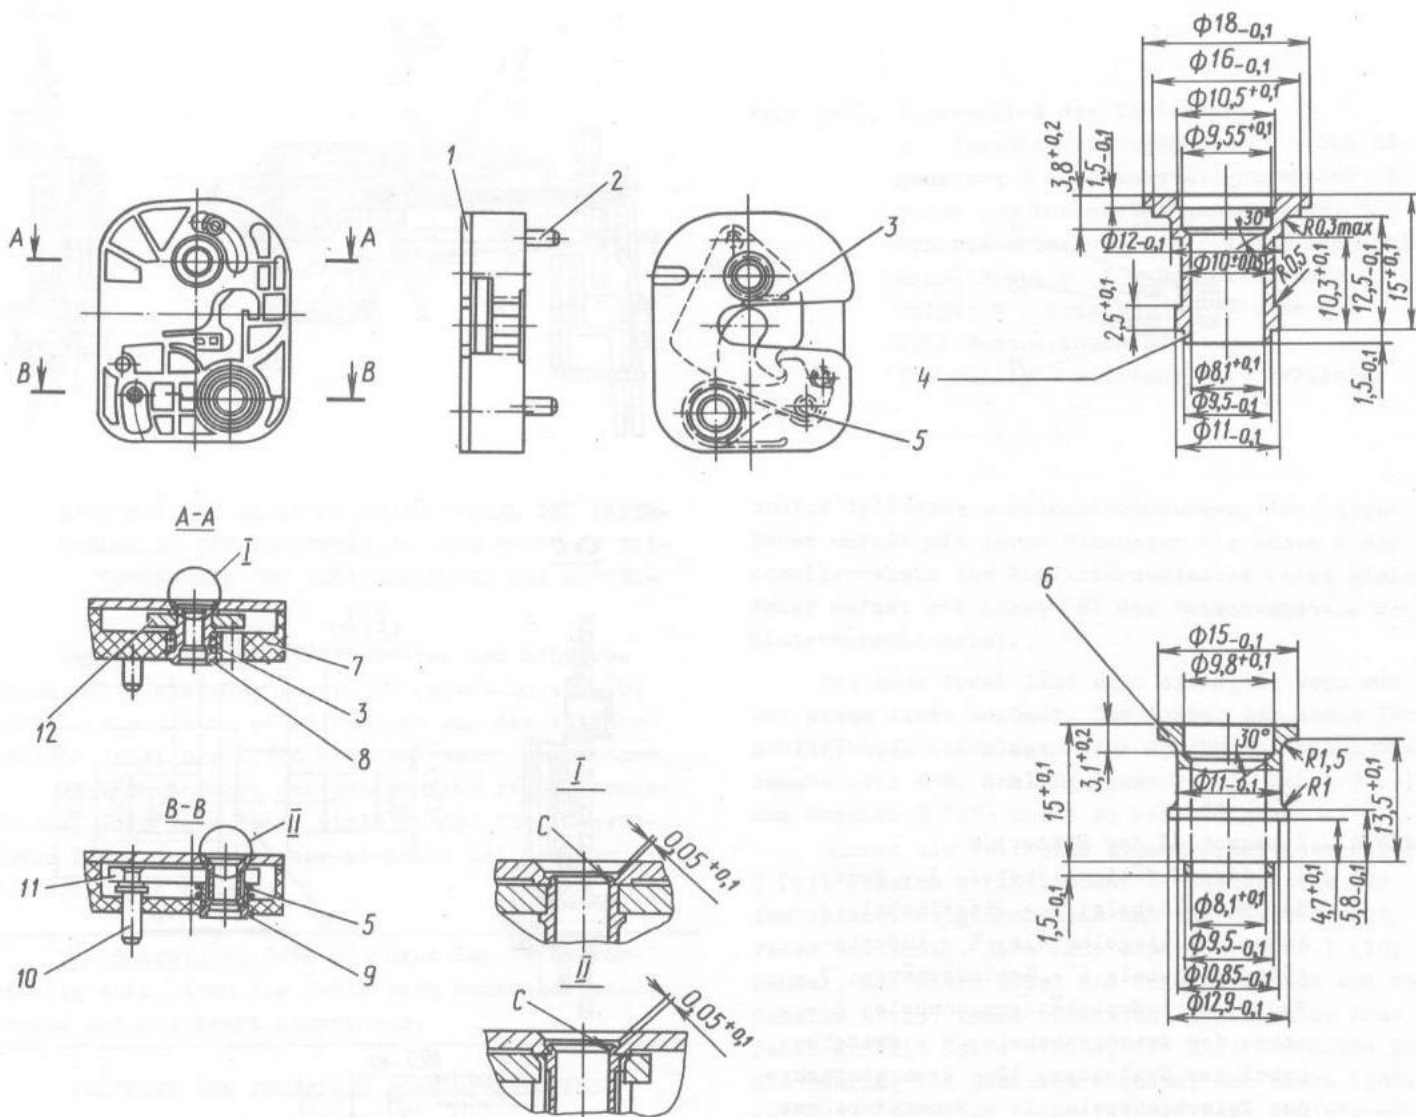

Bild 8-12. Außenschloß der Seitentüren;
Das Ersetzen der Feder 5 (Bild 8-12) der Außenschloßklinke nach dem Absetzen des Schlosses vom Wagen durchführen.
9. Die früher gerichteten Ränder der Achsen 8 und 9 (siehe Bild 8-12, I und II) wieder auswalzen und die Güte des Zusammenbaus prüfen. Mit richtig durchgeführtem Auswalzen dürfen keine Kräfte erzeugt werden, die eine Drehung der Sperrklinke 11 und der Gabel 12 des Schlosses verhindern. Nach dem Auswalzen sind ein freier Axialweg und ein Durchdrehen der Achsen unzulässig.
Wenn die Achsen der Gabel und der Sperrklinke während des Ausbaus des Außenschlosses unbrauchbar geworden sind, diese selbständig nach der in Bild 8-12 wiedergegebenen Zeichnung anfertigen. Als Werkstoff für die Achsen kann kohlenstoffarmer Automa-tenstangenstahl dienen.
Das Ersetzen der Feder 3 (siehe Bild 8-12) an Gabel des Außenschlosses an dem vom Wagen abgesetzten Außenschloß vornehmen.